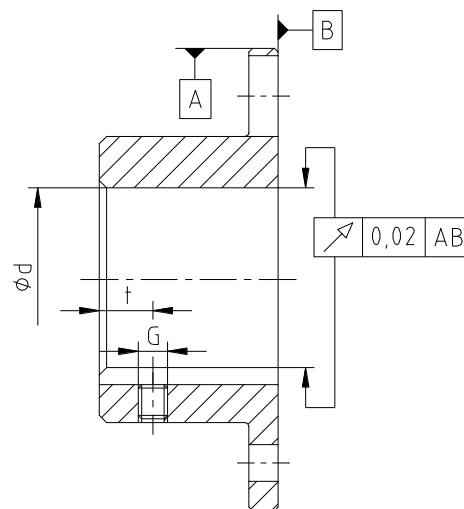

Figura 16: precisão da concentricidade e do movimento axial
- Quando o furo do cubo rígido for executado pelo cliente, este deverá respeitar a precisão da concentricidade e do movimento axial (ver figura 16).